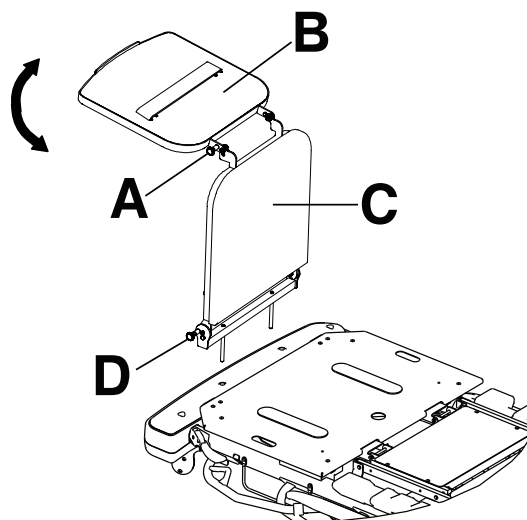

Figure 19 – Plateau porte-défibrillateur/rallonge de lit
1. Tirer sur le bouton supérieur (A) pour le faire sortir (Figure 19).
2. Faire pivoter le plateau porte-défibrillateur (B) jusqu'à ce que le plateau soit à plat au-dessus du côté pieds du produit. Relâcher le bouton supérieur (A). S'assurer que le plateau porte-défibrillateur est bloqué.
Pour convertir le plateau porte-défibrillateur/rallonge de lit en rallonge de lit (Figure 19) :